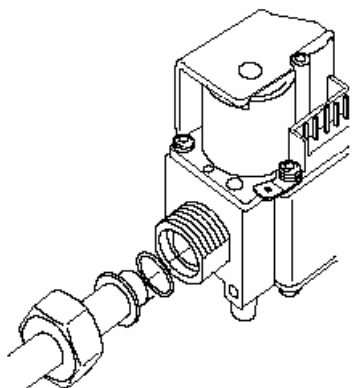

Рис. 6 Соединение с внешней резьбой с гайкой и кольцевым уплотнением
- С гайкой 3/4" и кольцевым уплотнением (смотрите рис. 6)